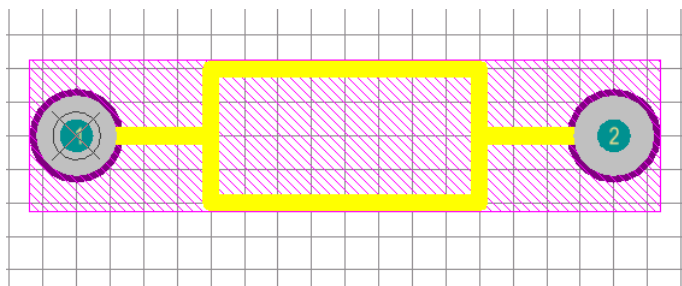

Рис. 3.20
7) Створіть 3D модель корпусу резистора аналогічно до пунктів 9-15 створення транзистора. Висоту корпусу встановіть рівною 2 мм. Полігон 3D корпусу, намалюйте таким, щоб він перекривав позначення корпусу та посадкові місця але при цьому був мінімально можливого розміру. Результат зображений на рис. 3.20.